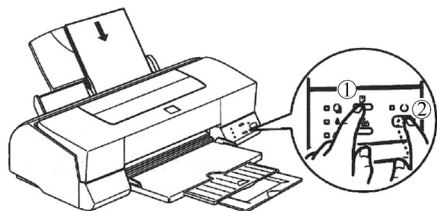
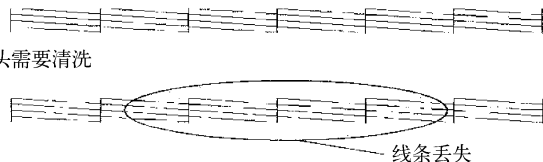

图 2-29 打开打印机
图 2-30 打印输出的样张
① 检查打印头喷嘴。如果发现打印的图像出现模糊或打印的图像丢失墨点，可以通过清洗打印头喷嘴来解决这些问题。检测方法如下。
- 按住进纸/退纸键 （如图 2-29 中①所示）的同时按下电源键 （如图 2-29 中②所示）打开打印机，然后同时松开两键。打印机将打印出一张包含打印机只读存储器版本信息、墨水记数码及喷嘴检查图案的操作检查页，图 2-30 所示的是打印输出的样张。如果操作检查页打印得不理想，如线条的某些部分丢失，说明打印机有问题，原因可能是喷嘴堵墨或打印头失准。